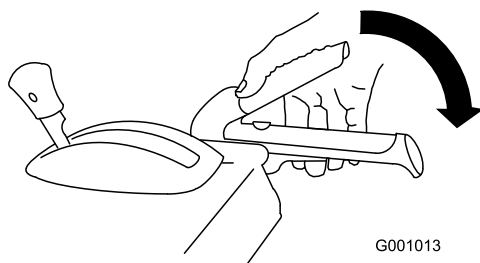

Рисунок 28
1. Для включения привода шнека/крыльчатки прижмите правый рычаг (шнека/крыльчатки) к рукоятке (Рисунок 28).